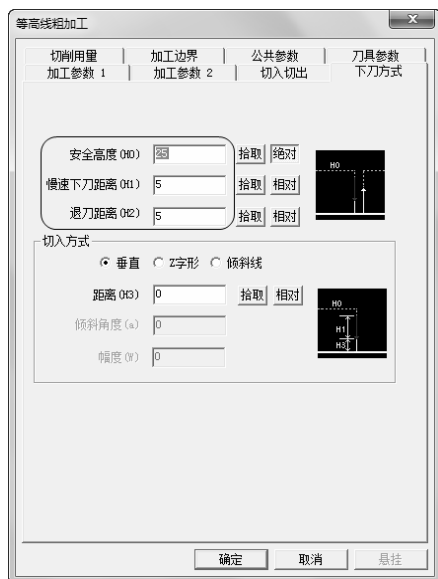

图 5-44 “下刀方式”选项卡
4) 单击“下刀方式”选项卡，设置“切入方式”为“垂直”。具体“安全高度”、“慢速下刀距离”、“退刀距离”、“距离”参数数值如图 5-44 所示。